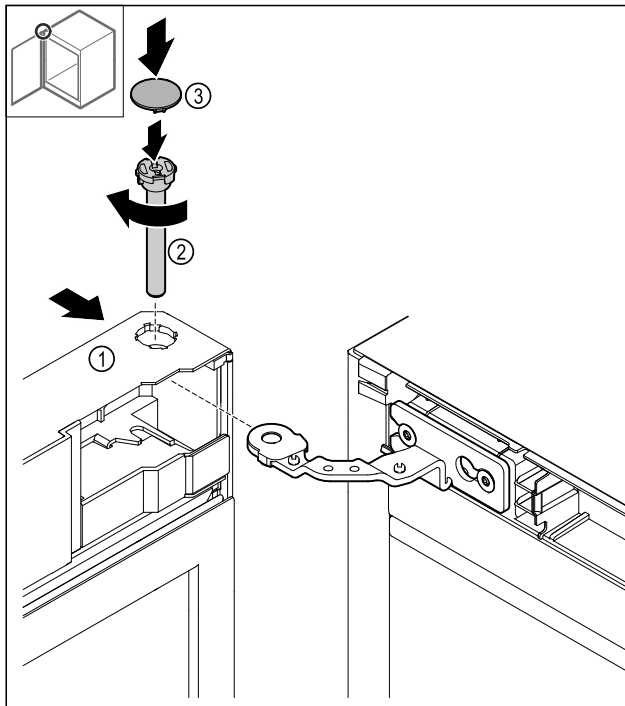

Fig. 49
- Tür Fig. 49 (1) oben auf das Scharnier schieben.
- Bolzen Fig. 49 (2) einstecken und im Uhrzeigersinn festdrehen.
- Abdeckung Fig. 49 (4) aufsetzen.